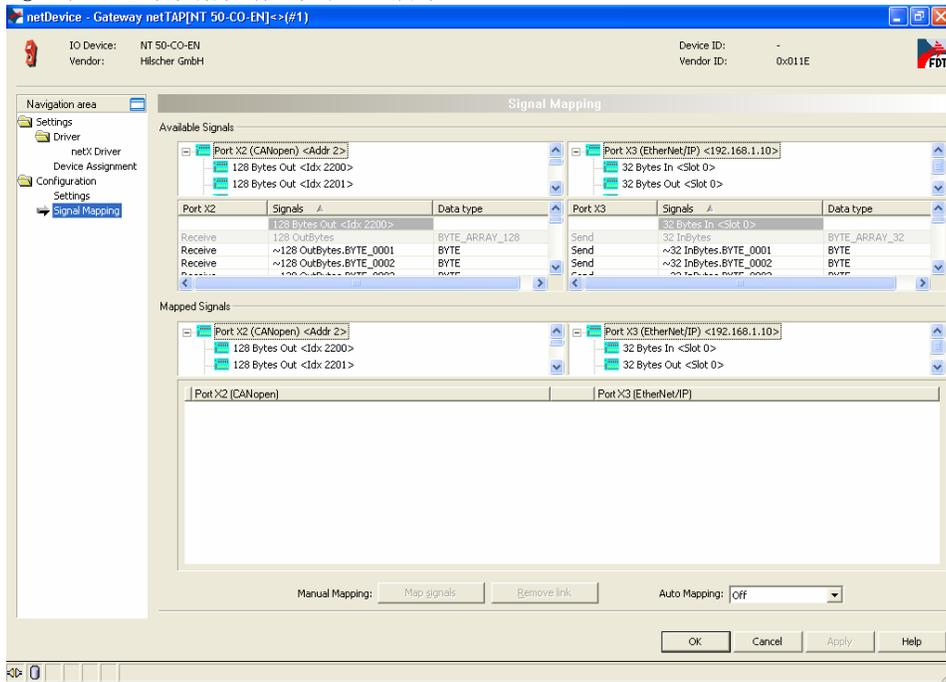

图 25
- 9) 再次双击网关（或右击网关，选择“Configuration”“Gateway”），弹出对话框，选择“Signal Mapping”项，进行数据映射，如图25所示。